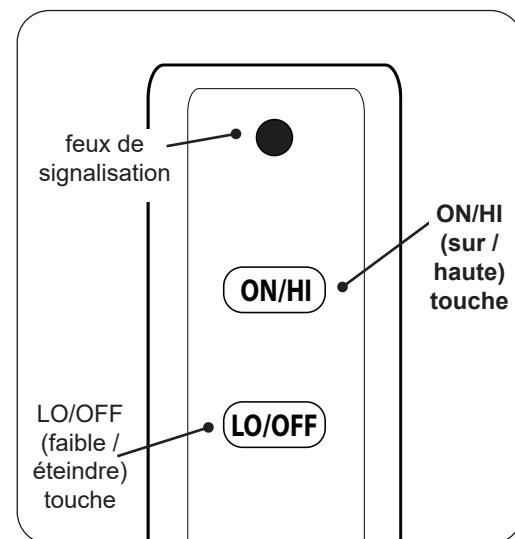

Fig. 32-1 Détail télécommande
- Localiser la télécommande et appuyez sur le touche **ON/HI** (voir Fig. 32-1). La séquence d'allumage commence.